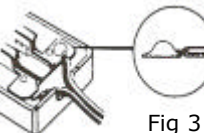

Fig 3
- 4/Attendre que la soudure refroidisse et durcisse avant de bouger la partie soudée. (Fig3)